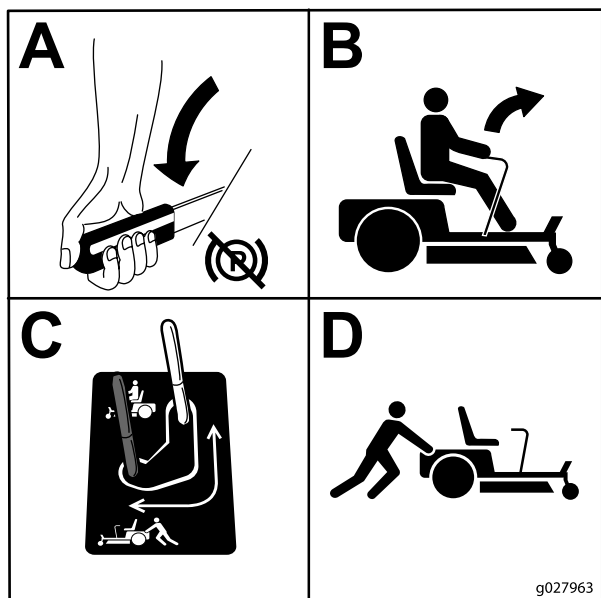

Figure 29
3. Pour pousser la machine, déplacez les deux leviers de dérivation en arrière et bloquez-les en place (Figure 29).
5. Pour faire fonctionner la machine, amenez les leviers de dérivation en position AVANT (Figure 29).